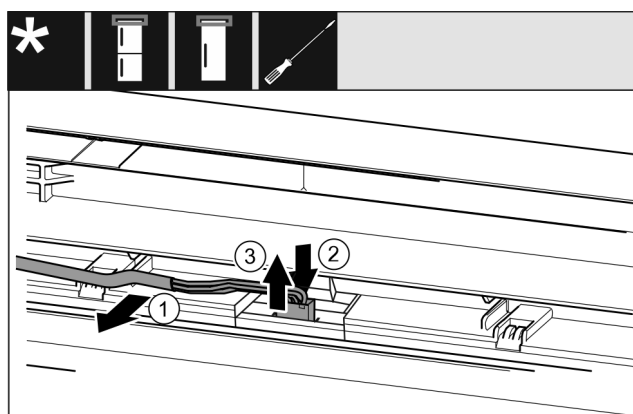

Fig. 22 Kombinace chladničky s mrazničkou / mrazničky / chladničky
- Kabel Fig. 22 (1) opatrně uvolněte z vedení ve dveřích.*
- Zatlačte lamelu Fig. 22 (2) za zástrčku směrem dozadu.*
- Zástrčku Fig. 22 (3) opatrně vytáhněte směrem nahoru.*